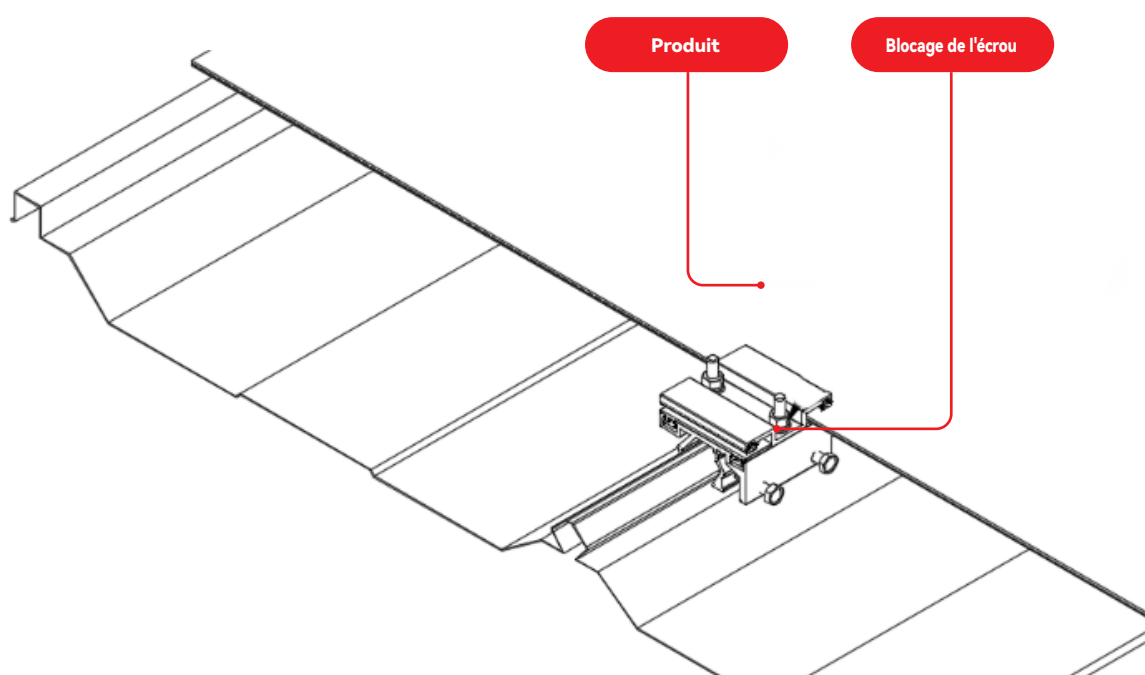

FIGURE 12
a) Enfin, recouvrez le premier produit avec le couvercle de la première rangée de crochets et fixez-le avec des rondelles et des écrous (Figure 12) pour terminer l'installation du premier produit.